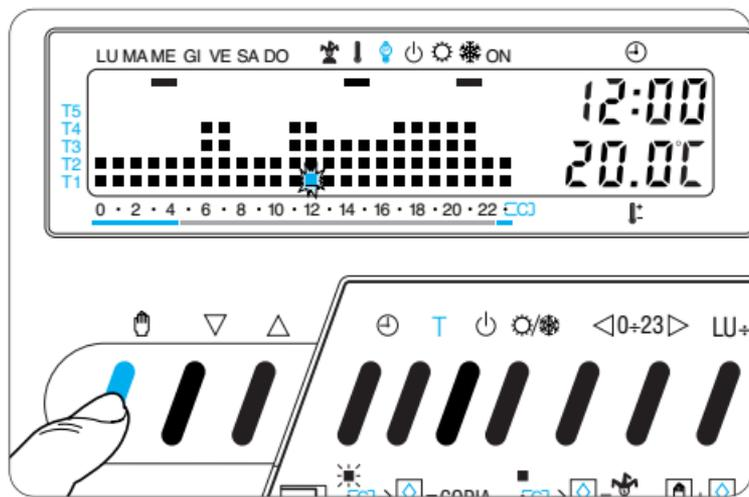

Fig. 45
**11.9** - Premere due volte il pulsante 🏠 per riportare l'apparecchio in funzionamento AUTOMATICO (fig. 45).